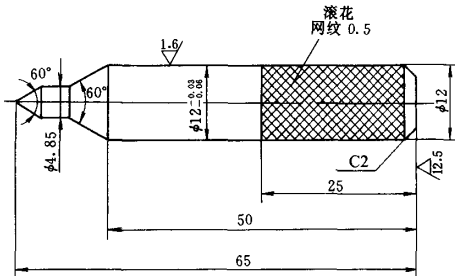

图 3
(1) 用一废料头夹在卡盘上用尾座钻出中心孔, 移开尾座 (用 $\phi 5\text{mm}$ 中心钻)。
(2) 将刀杆尾部对齐记号线, 带④符号的侧面贴紧刀架内侧面, 压紧在制作时的刀位上, 用试棒 (图 3)